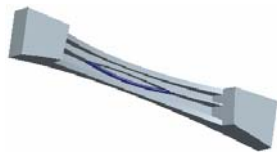
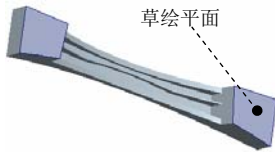

图 5.38.145 拉伸 8
图 5.38.146 定义草绘平面
Step11. 创建图 5.38.145 所示的拉伸特征 8。在操控板中单击“拉伸”按钮 。选择图 5.38.146 所示的面为草绘平面，接受系统默认的参考平面及方向，绘制图 5.38.147 所示的截面草图，在操控板中选择拉伸类型为 ，单击操控板中的  按钮，在“深度”界面中将侧 1 的深度类型设置为 ，选择 Step7 创建的偏移曲面为第一侧的拉伸边界；将侧 2 的深度类型设置为 ，选择 Step4 创建的拉伸曲面为第二侧的拉伸边界。按下“加厚草绘”按钮 ，在其文本框中输入值 1.0；单击  按钮，完成拉伸特征 8 的创建。